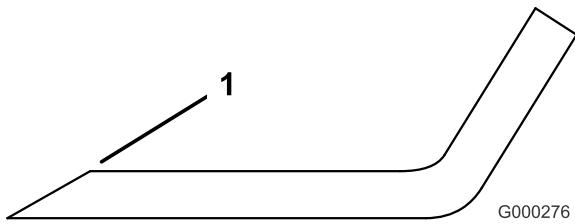

Figura 74
1. Afie a extremidade de corte em ambas as extremidades da lâmina (Figura 74). Mantenha o ângulo original. A lâmina manterá o equilíbrio se for retirada a mesma quantidade de material de ambas as extremidades de corte.